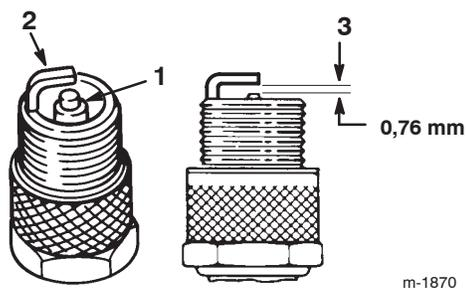

Figure 26
- Inspectez le centre de la bougie (Fig. 26). Si le bec de l'isolateur est recouvert d'un léger dépôt gris ou brun, le moteur fonctionne correctement. S'il est couvert d'un dépôt noir, c'est généralement signe que le filtre à air est encrassé.
- Contrôlez l'écartement entre l'électrode centrale et l'électrode latérale (Fig. 26). Courbez l'électrode latérale (Fig. 26) si l'écartement est incorrect.